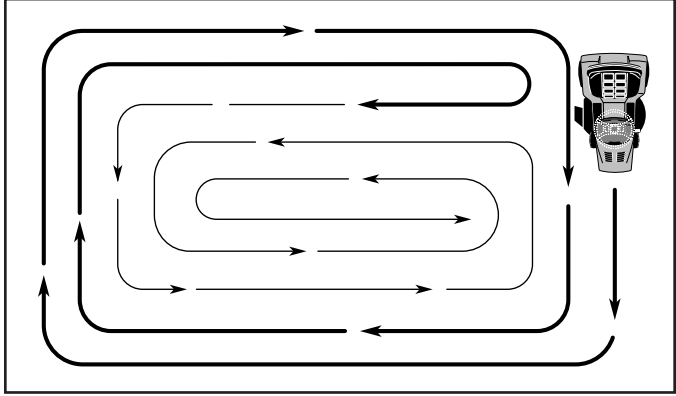

Fig. 13
- El lado izquierdo de la segadora se debe usar para recorte. Maneje de modo que los recortes se descarguen en el área que ya ha sido cortada. Mantenga el área de corte a la derecha del tractor. Esto producirá una distribución más pareja de los recortes y un corte más uniforme. Al segar las áreas grandes, empuje girando a la derecha de modo que los recortes se descarguen, alejándose de los arbustos, cercos, entradas de automóviles, etc. Después de una o dos vueltas, sigue en la dirección opuesta, haciendo virajes a la izquierda, hasta que termine (Vea Fig. 13).